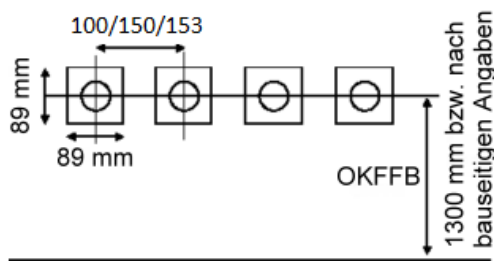
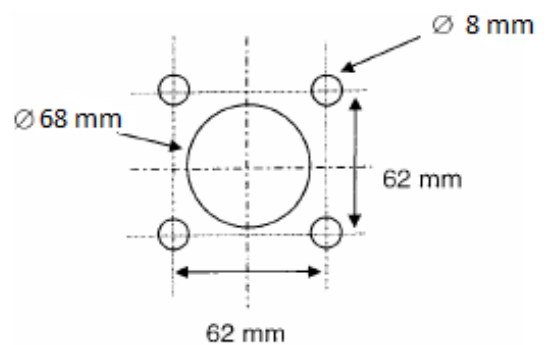
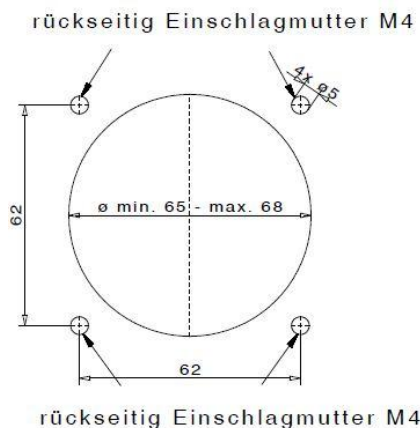
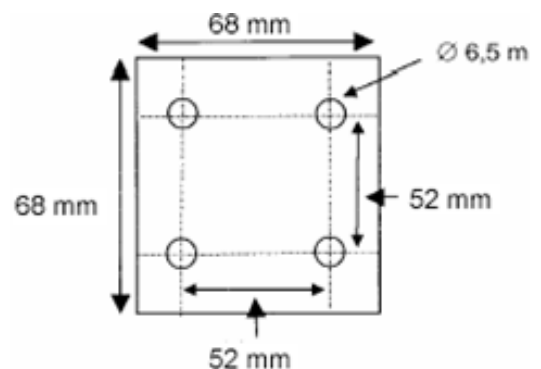

Bild 1: Einbaumaße der Unterputzdose
Bild 2a: Bohrschema Gipskartonwand
Bild 2b: Bohrschema TW/Holzpaneele
Bild 3: Maße der Befestigungsplatte Aufputz
Das Bohrschema Bild 2a, Bild 2b oder Bild 3 anzeichnen und Dübellöcher bohren.
Dübel setzen und danach mit Kreisschneider (Durchmesser 65, max. 68 mm) Bohrung einbringen (Bild 1, Bild 2a und Bild 2b). Bei mehr als 2 Gipskartonplatten muss die unterste Platte im Bereich des Kupferrohrs ausgebrochen werden.
- Befestigungsbohrungen anzeichnen und bohren (siehe Bild 3)